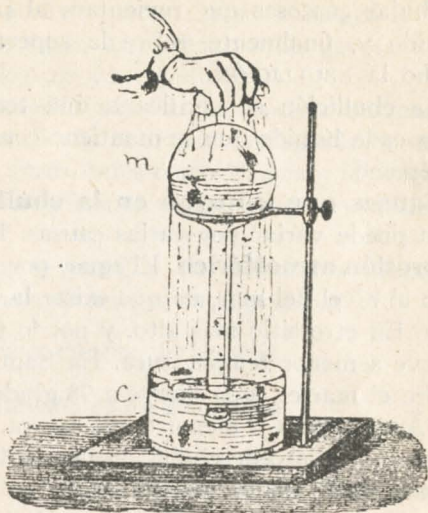

Fig. 41.
5) Retire el tiesto anterior del fuego y tápelo ajustadamente. Observe si el líquido continúa hirviendo. Coloque el tiesto, invertido en un recipiente con agua, como lo indica la fig. 41. de modo que quede sumergido el tapón. Enfríe el asiento del tiesto dejándole caer agua. ¿Qué observa? Trate de explicar este fenómeno.